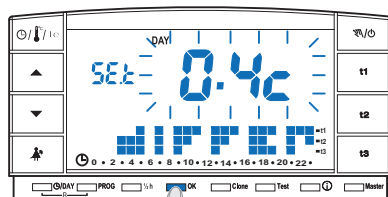

fig. 37
- Une fois la valeur désirée obtenue, appuyer **2 fois sur OK** pour revenir au fonctionnement par programme (exemple sur la fig. 37).